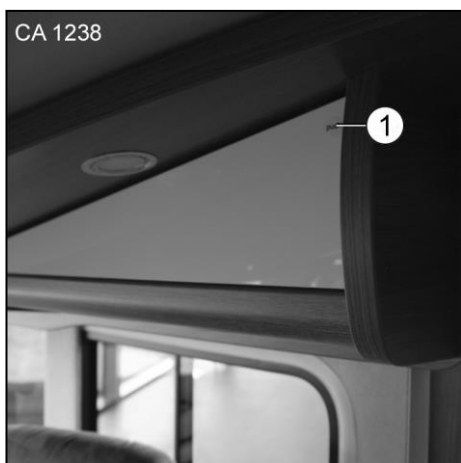

Fig. 99 Fermeture à pression
1. Pousser sur la fermeture à pression au point marqué avec « Push » (Fig. 99/1). La fermeture à pression s'ouvre.